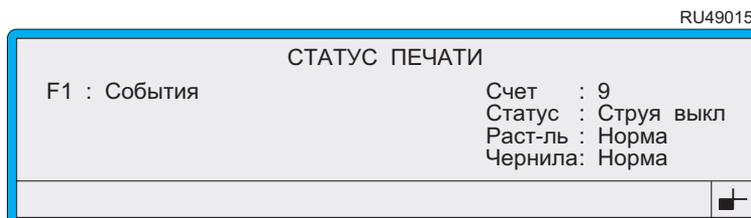

Рисунок 3-12 Экран Статус печати
1. Находясь в экране **ТЕКУЩЕЕ СООБЩЕНИЕ**, нажмите функциональную клавишу [F2], чтобы войти в экран **СТАТУС ПЕЧАТИ** (см. Рисунок 3-12 на стр. 40).